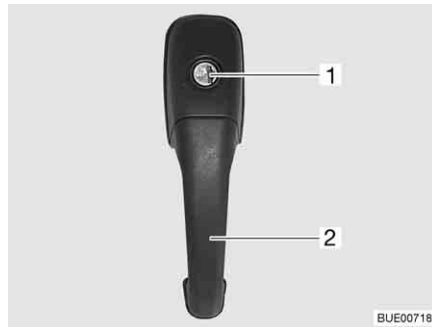

Bild 25 Türschloss Eingangstür, außen
- Schlüssel in Schließzylinder (Bild 25,1) stecken und drehen, bis das Türschloss entriegelt ist.
- Am Türgriff (Bild 25,2) ziehen. Die Tür ist geöffnet.
- Schlüssel in Schließzylinder (Bild 25,1) stecken und drehen, bis das Türschloss verriegelt ist.